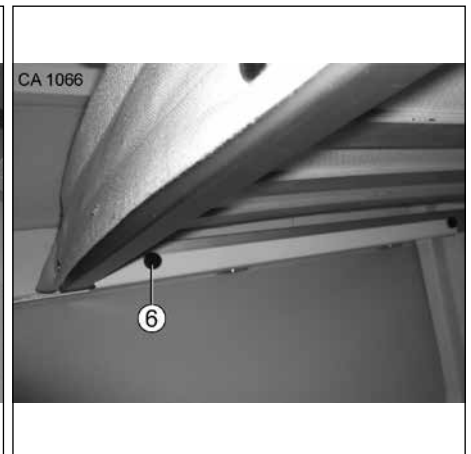

Fig. 29 Déposer et remonter le lit superposé arrière
3. Dévisser les vis moletées (Fig. 29, pos. 6) à droite et à gauche sous le sommier.